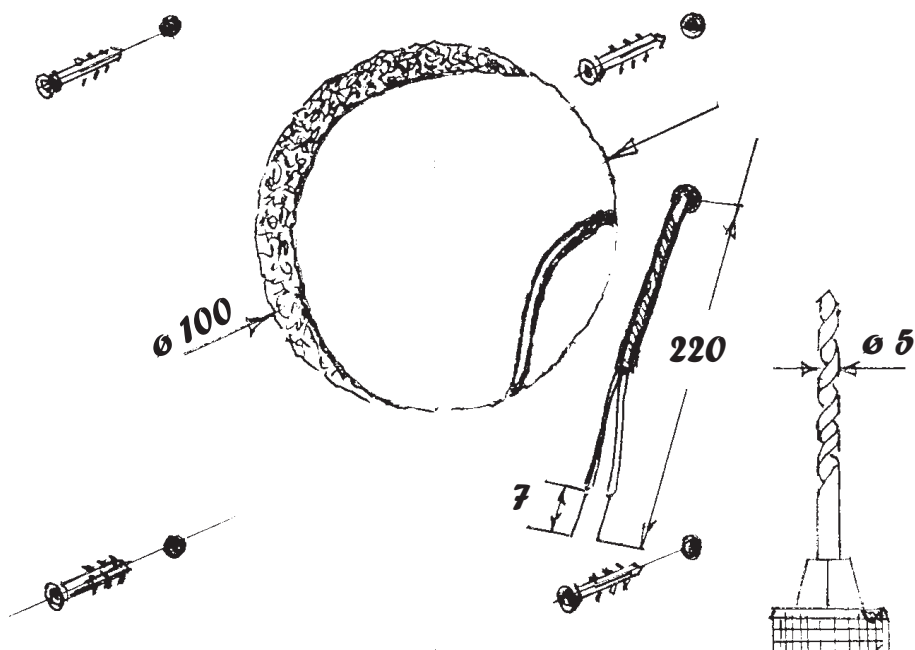

Abb. 11
3. Die Öffnungen in der Wand zu durchbohren und die Dübel einzustellen (Abb. 11).